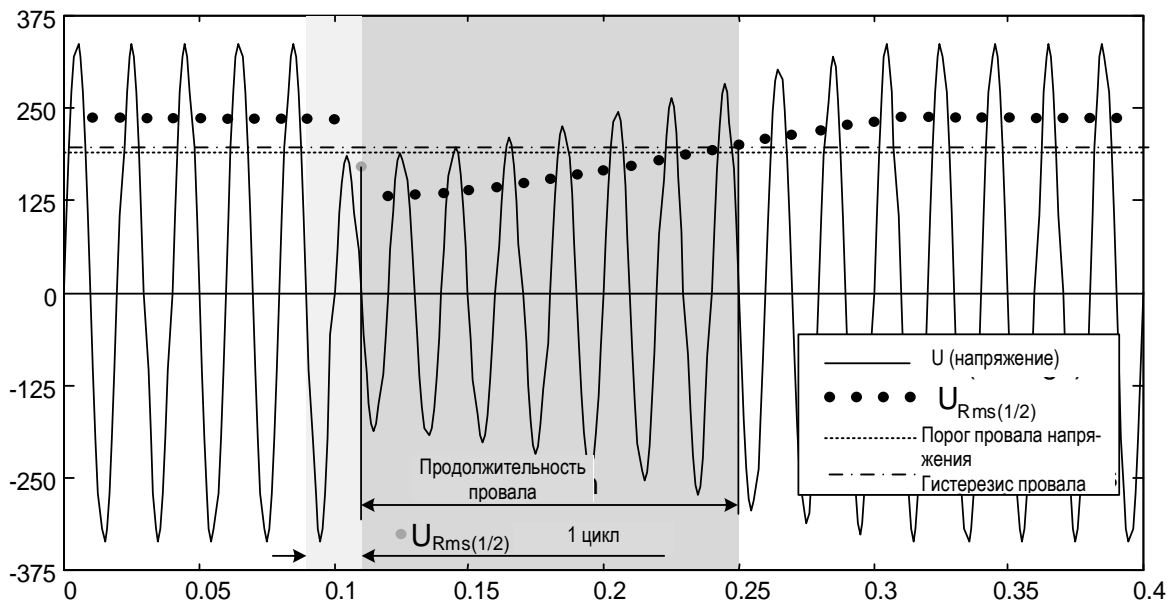
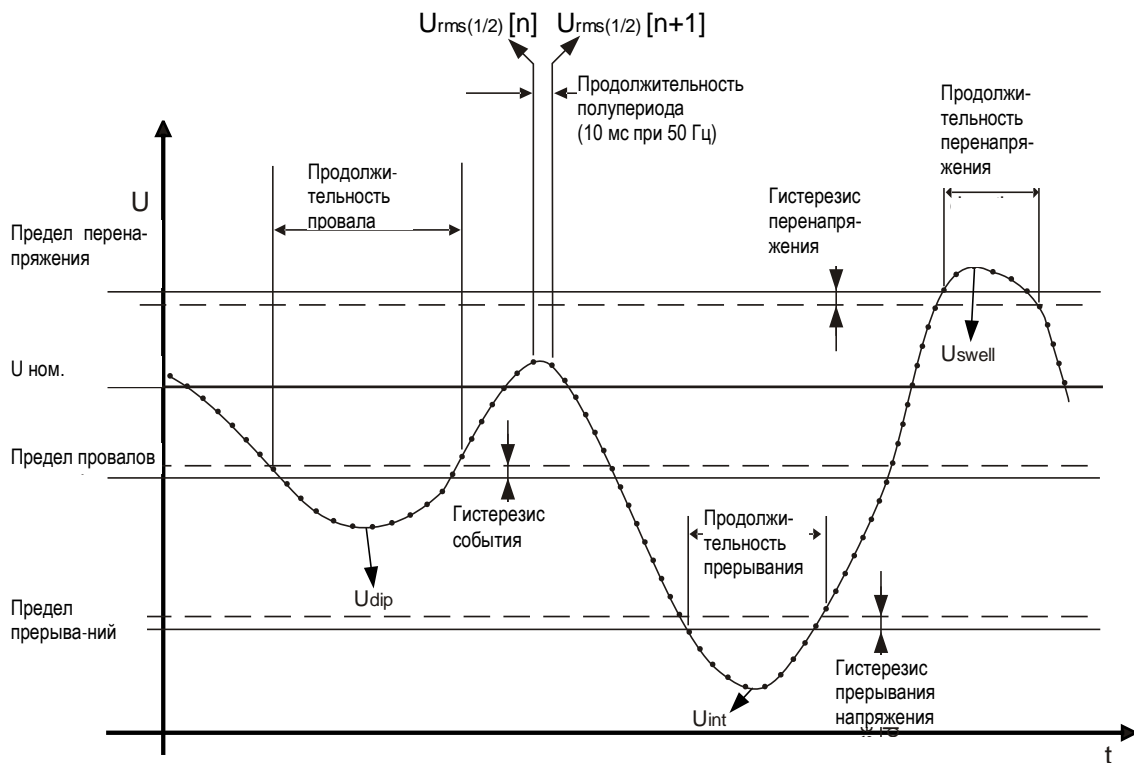

Рисунок 5.9 Измерение $U_{Rms(1/2)}$ за 1 период
Рисунок 5.10 Определение событий, связанных с напряжением
- В однофазных системах (тип подключения 1W) провал напряжения начинается, когда напряжение $U_{Rms(1/2)}$ падает ниже порога провала, и заканчивается, когда напряжение $U_{Rms(1/2)}$ достигает порогового значения провала (с добавкой напряжения гистерезиса) или превышает его (см. Рисунок 5.10 и Рисунок 5.9),.
- В однофазных системах (тип подключения 1W) перенапряжение начинается, когда напряжение $U_{Rms(1/2)}$ превышает порог перенапряжения, и заканчивается, когда напряжение $U_{Rms(1/2)}$ достигает порогового значения перенапряжения (с добавкой напряжения гистерезиса) или становится ниже этого порога (см. Рисунок 5.10 и Рисунок 5.9),
- В однофазных системах (1W) прерывания напряжения начинается, когда напряжение $U_{Rms(1/2)}$ падает ниже порога прерывания напряжения, и заканчивается, когда напряжение $U_{Rms(1/2)}$ достигает порогового значения прерывания напряжения (с добавкой напряжения гистерезиса) или превышает этот порог (см. Рисунок 5.10 и Рисунок 5.9),